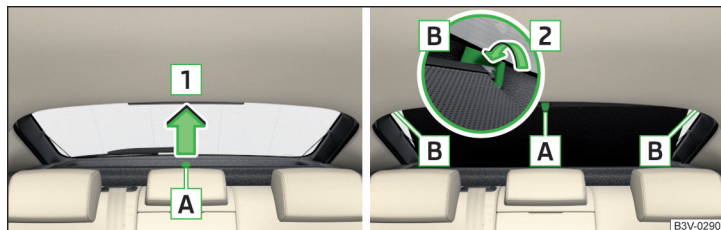

Fig. 61 Cortinilla antisolar enrollable
- Para **tapar**, sacar la cortinilla en el mango **A** en el sentido de la flecha **1** y colgarla en el soporte magnético **B** en el sentido de la flecha **2** » fig. 61.
- Para **enrollar**, agarrar la cortinilla en el mango **A** y retirarla del soporte **B** contra el sentido de la flecha **2** » fig. 61. Sostener la cortinilla de la manera que puede enrollarse lentamente y sin daño.